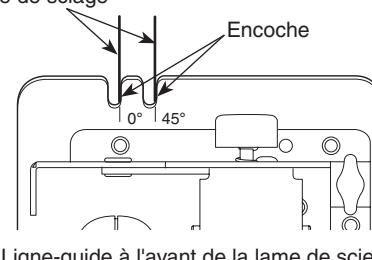

Fig. 3
1. Alignez la ligne de mire du sabot sur votre ligne de sciage (Voir la fig. 3).